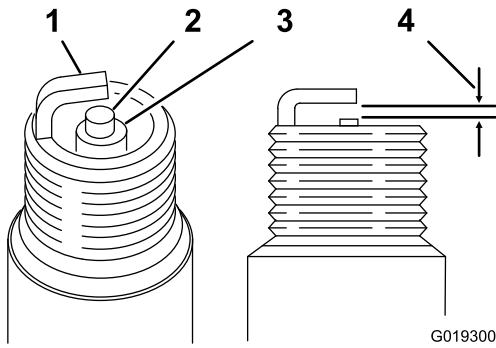

图34
**空隙** 0.70-0.80mm 请参阅 图34
3. 将空隙设定为 0.70-0.80mm (图34)。